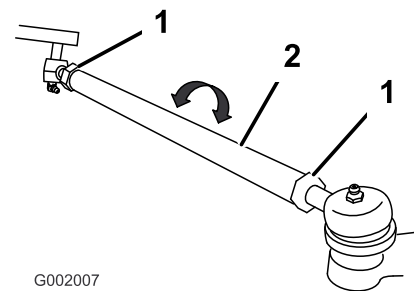

Figura 51
- Si la distancia no está dentro del intervalo especificado, afloje las contratuercas en ambos extremos de las bielas (Figura 51).